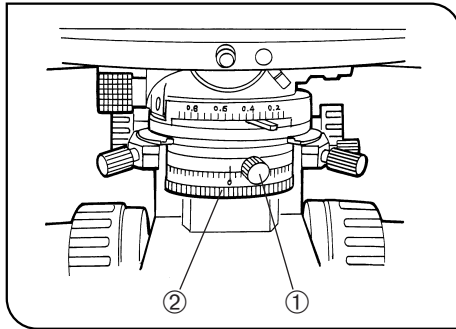

Fig. 30
(Fig. 30)
2. Inserte el analizador giratorio en la trayectoria de luz y coloque la escala de dirección de vibración en la posición de 0°. Fíjelo con el mando de sujeción. (Fig. 30)
4. Afloje el mando de sujeción del polarizador ①. Gire la rueda giratoria del polarizador ② hasta que se obtenga la extinción completa. En este punto, apriete el mando de sujeción ①. (Fig. 30)